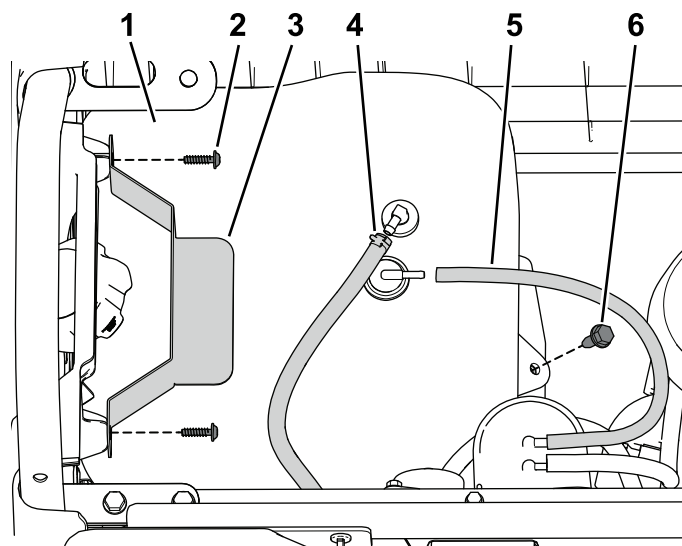

図 49
1. トレイに燃料タンクを載せる 図 49。
2. タンクに通気チューブと燃料ラインを取り付ける。図 49
3. 押さえ棒を取り付ける外したねじを再使用する 図 49。